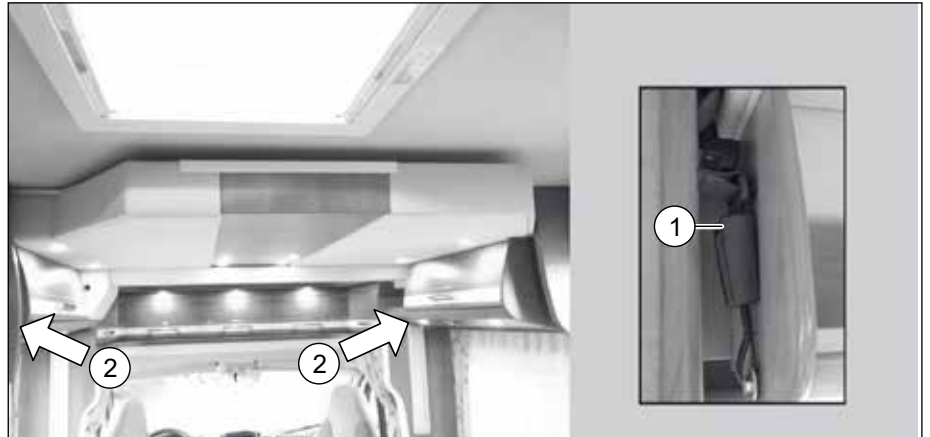

Fig. 63 Lit de pavillon central fermé
2. Desserrer les dispositifs de sécurité des sangles en appuyant sur le bouton orange (Fig. 63, pos. 1). Les dispositifs de sécurité des sangles se trouvent côté conducteur et côté passager, chaque fois du côté gauche au niveau du lit de pavillon/placard de pavillon (Fig. 63, pos. 2).
6. Pour bloquer le lit de pavillon, verrouiller les deux dispositifs de sécurité de la sangle aux placards de pavillon du lit de pavillon (Fig. 63, pos 2).